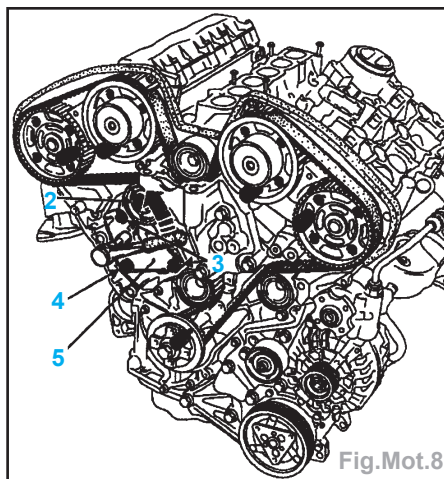
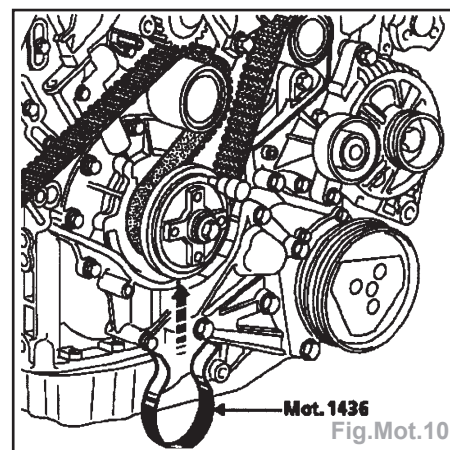

Fig.Mot.8
Fig.Mot.10
- Détendre le galet tendeur en desserrant l'écrou (2), les vis (3) et déposer la vis (4) (Fig.Mot.8).
- Serrer les vis (3) à 1 daN.m puis les desserrer de 45° (Fig.Mot.8).
- Serrer les vis (1) à 0,5 daN.m puis les desserrer de 45°.
- Engager la courroie de distribution sur le pignon de vilebrequin et l'immobiliser à l'aide de l'épingle de maintien Mot.1436 (Fig.Mot.10).